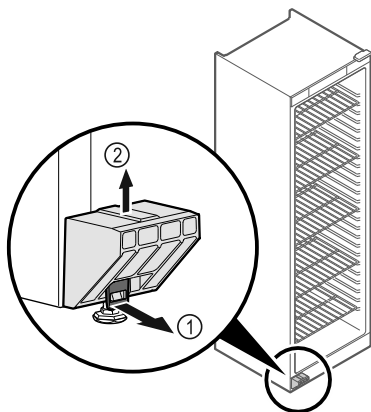

Fig. 4
- Lasche Fig. 4 (1) nach vorne ziehen.
- Transportsicherung Fig. 4 (2) nach oben abziehen.